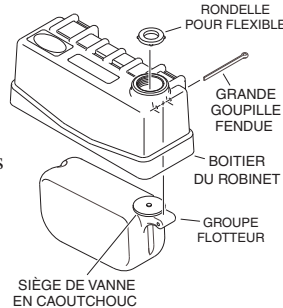

Figure 1
2. Placez le groupe flotteur à l'intérieur du boîtier de robinet puis faites glisser la grande goupille fendue de 2 pouces 1/4 à travers le boîtier et le groupe flotteur (voir figure 1). Écartez légèrement les extrémités de la grande goupille fendue à l'aide des pincettes. Lorsqu'il est correctement monté, le groupe flotteur doit pivoter librement autour de la goupille fendue à l'intérieur du boîtier de robinet.